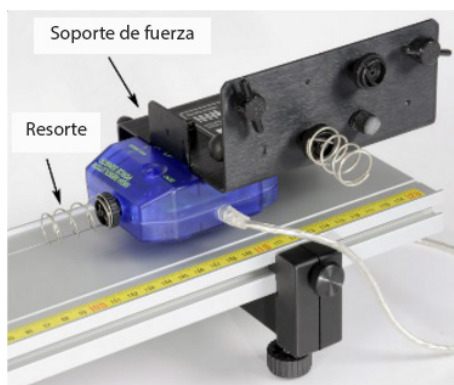

Figura 13.3: Partes del sensor de fuerza.
3. Conectar el sensor de fuerza al soporte como se muestra en la Figura 13.3. Utilizar el parachoques del resorte de servicio más ligero.